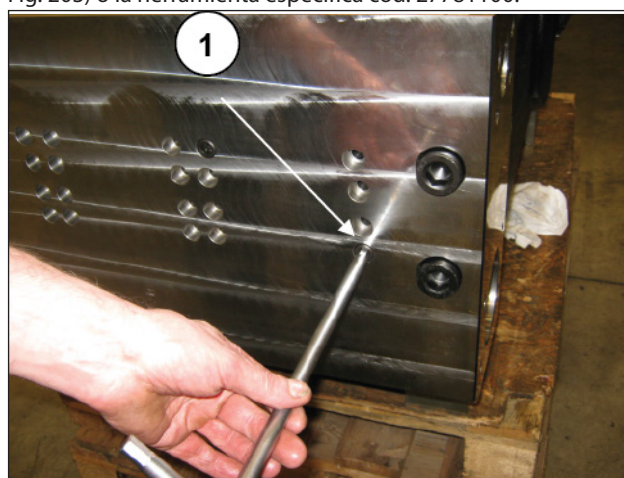
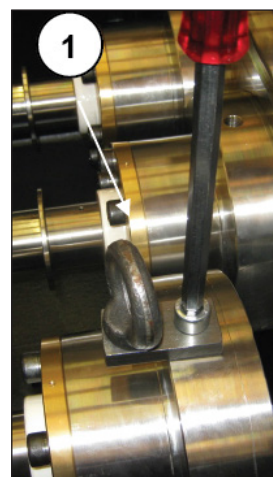

Fig. 202
Fig. 203
Desmontar el grupo del pistón aflojando los tornillos de sujeción de la camisa (pos. ①, Fig. 202), después de haber montado la herramienta de sujeción del grupo (pos. ①, Fig. 203) o la herramienta específica cód. 27781100.